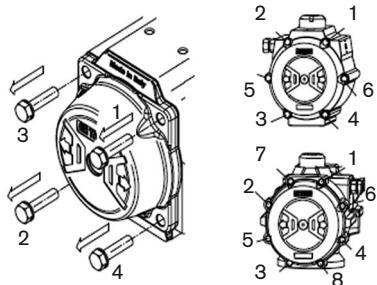

Bild 9: Deckeldemontage
- Die Deckelschrauben (Pos. 13) einsetzen und nach der Reihenfolge anziehen (siehe Bild 9.):.